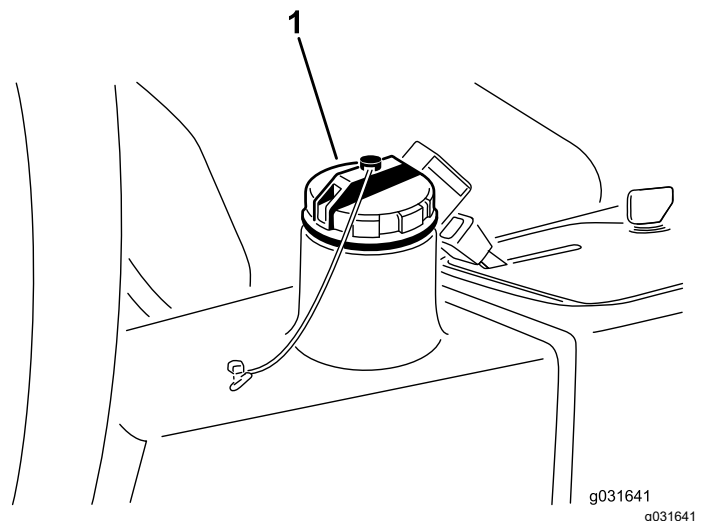

Bild 66
4. Füllen Sie den Behälter (Bild 66) mit ca. 13,2 Liter Hydrauliköl, siehe Hydrauliköl – technische Angaben \(Seite 55\) und Prüfen des Hydraulikölstands \(Seite 55\).